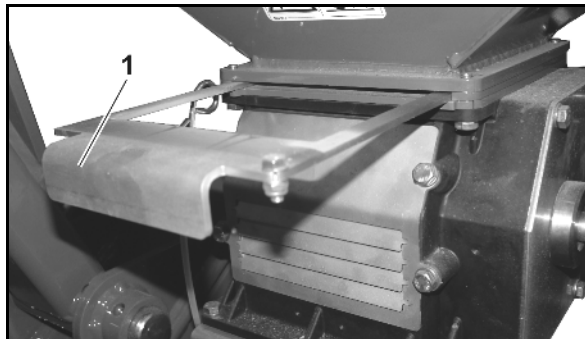

Fig. 74
- 2.2 Den Schieber (Fig. 74/1) bis zum Anschlag herausziehen.